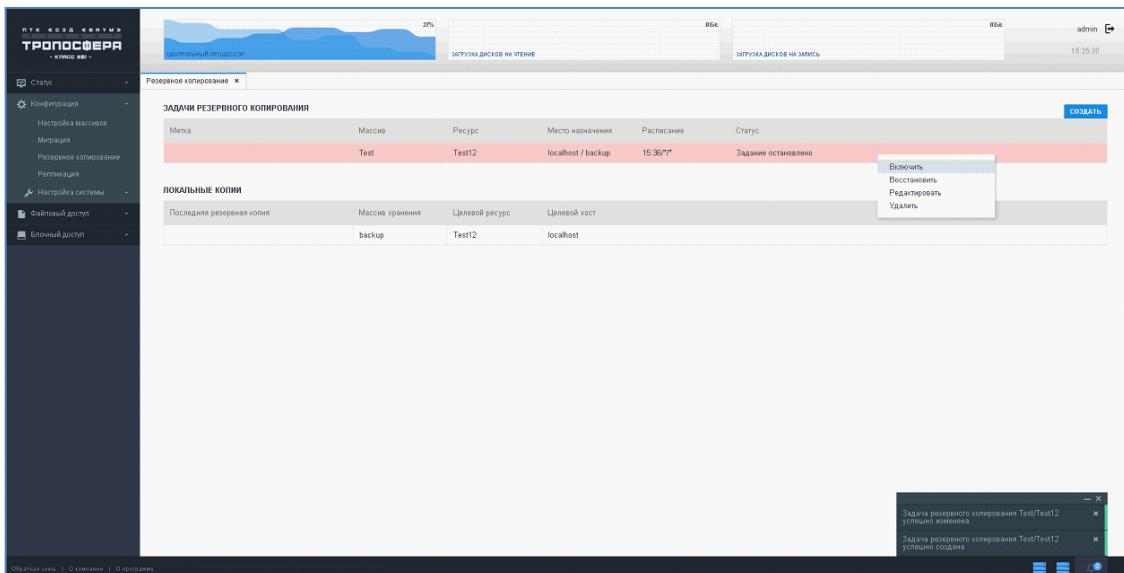

Рисунок 33 - Меню работы со снимками
- 2) В области «Задачи резервного копирования», по щелчку правой кнопкой мыши на необходимой резервной копии, в выпадающем меню выберите пункт «Восстановить» (Рисунок 33). Далее в модальном окне укажите данные:
- 2) В области «Задачи резервного копирования», по щелчку правой кнопкой мыши на необходимой резервной копии, в выпадающем меню выберите пункт «Удалить» (Рисунок 33).